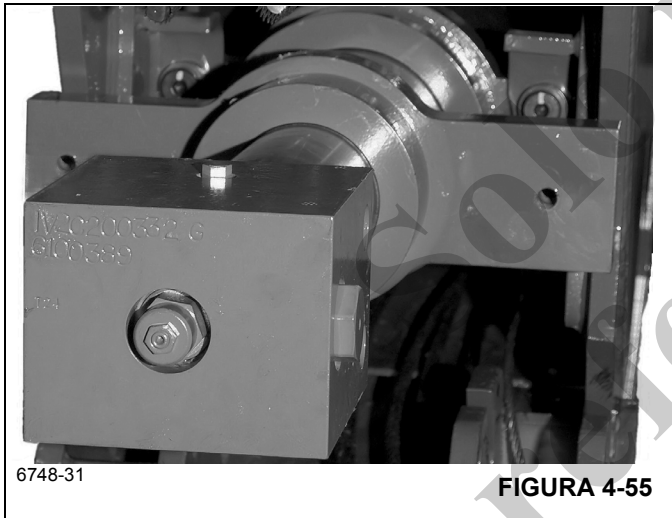

FIGURA 4-55
- 19. Gire el montaje del cilindro para facilitar el montaje en la sección central interior. (Figura 4-55)